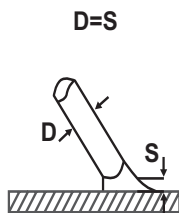
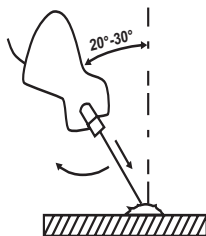

рис. 2
рис. 3
7.6 Как только произойдет зажигание дуги, электрод нужно держать на таком расстоянии S (см. рис. 2) от обрабатываемого материала, которое соответствует диаметру электрода D (см. рис. 2). Для получения равномерного шва далее необходимо соблюдать эту дистанцию по возможности постоянной. Также необходимо помнить, что наклон оси электрода должен быть примерно 20-30 градусов (см. рис. 3).